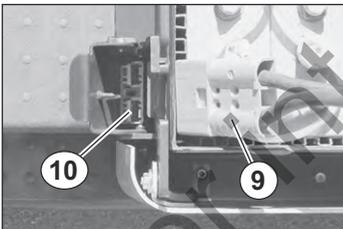

Fig. 55 Desconector de emergencia
6. Vuelva a conectar el conector de la batería al desconector de emergencia (véase la fig. 55).